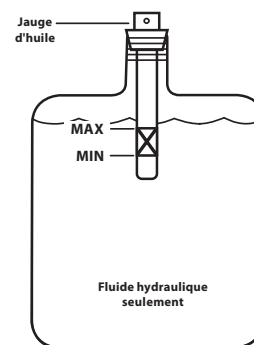

Figure 21
13. Remplissez le réservoir jusqu'à ce que le niveau se trouve entre les deux lignes sur la jauge. Voir Figure 21.